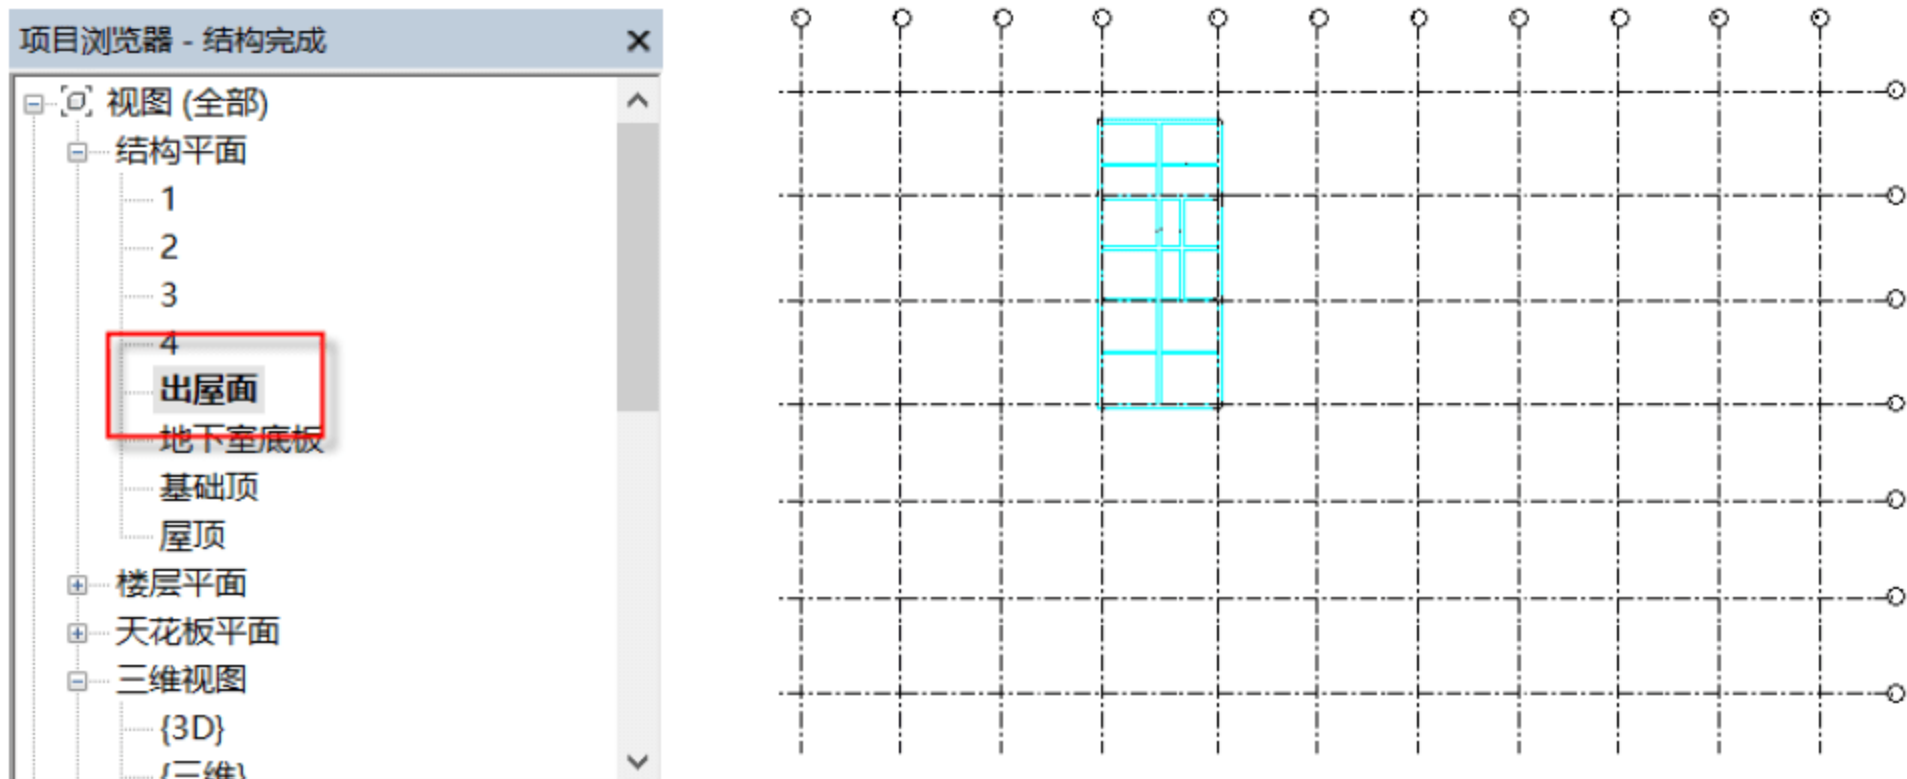

图 5.2.20 结构：出屋面层
(1) 查看结构：4 层平面视图。选择“项目浏览器”中的“出屋面”命令，可以观察到结构：出屋面层的完整轴网，如图 5.2.20 所示。